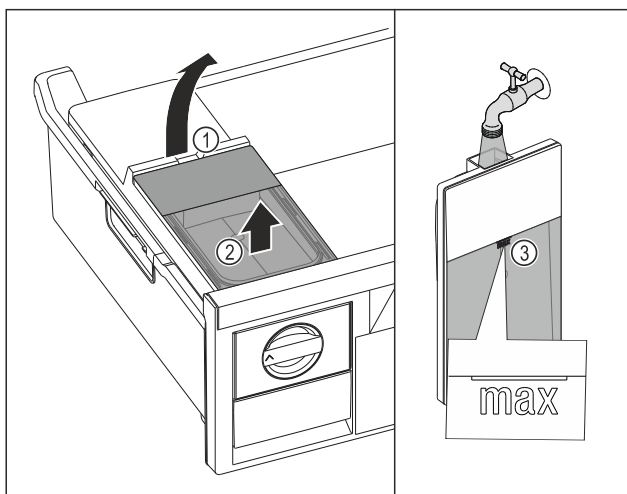

Fig. 166
- Løft vandtanken op til udsparringen Fig. 166 (1).
- Tag vandtanken ud fra oven. Fig. 166 (2)
- Fyld vandtanken med drikkevand op til mærket Fig. 166 (3).